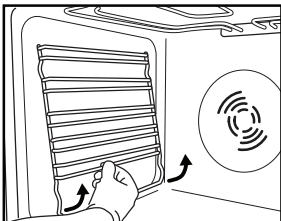

Abb. 3
1. Entfernen Sie die seitlichen Einhängegitter (Abb. 3).